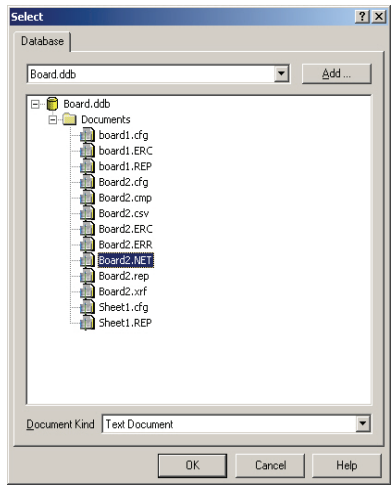

图 3-112 输入第一个网络文件
1) 选择“Report”→“Netlist Compare”命令，弹出如图 3-112 所示的“Select”对话框。在对话框中输入参与比较的第一个网络文件。结束后，单击“OK”按钮，会再弹出如图 3-112 所示的对话框，提示用户输入第二个网络文件。